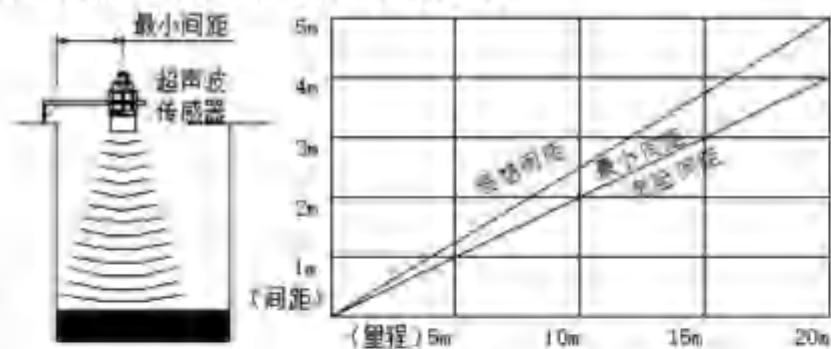

图 2-4
④ 探头的安装应避免其发射的声波通道与容器壁保持理想区域内。如果安装距离小于理想区域下线所规定的距离，则应将探头安装在“最小间距”区域之内。如果距侧壁的安装距离仍“最小间距”线的下方，变送器将有可能不能正确地测量物位，如图 2-4 所示：